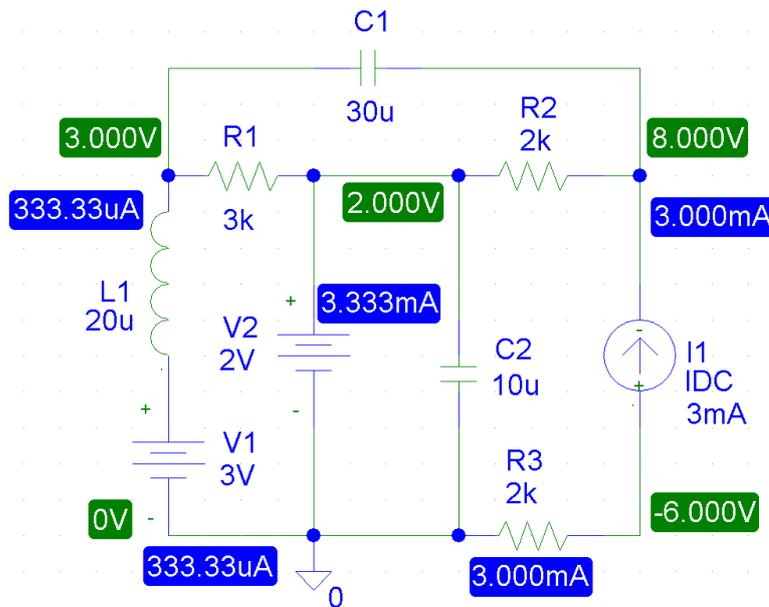

Рисунок 1.4 – Отображение токов и напряжений
1.4.6 Передвинуть с помощью мыши отобразившиеся значения токов и напряжений так, что бы схема имела читаемый вид (рис. 1.4). С помощью скриншота (Screenshot) сохранить схему в заготовке отчета.